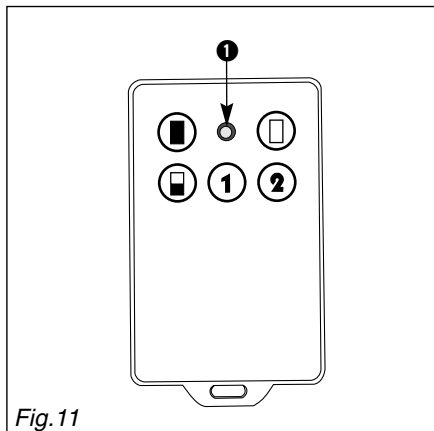

Fig. 11
3.1.3 Composants du produit (fig. 11)
-  Voyant rouge ❶ allumé lors de l'émission radio.